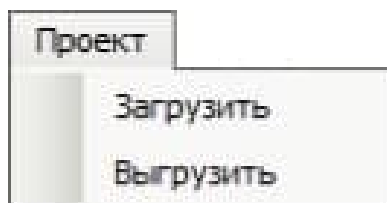

Рисунок 8 – Меню «Проект»
8.4 Меню «**Проект**» включает в себя следующие функции (рисунок 8).